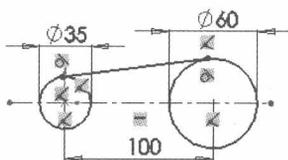

图 1-9 裁剪直线
Step10 裁剪直线。单击“草图”工具栏中的“剪裁实体”按钮, 裁剪掉直线的两端, 如图 1-9 所示。